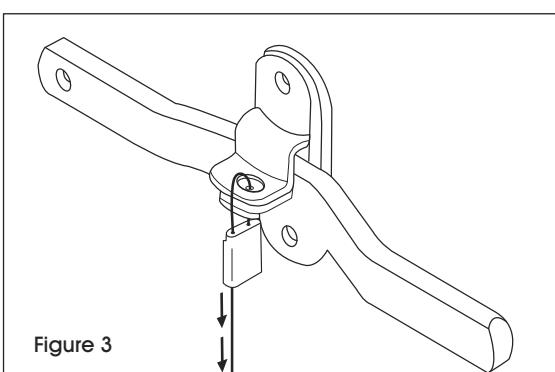

Figure 3
5. Grasp the cable with one hand and case with the other. Pull on cable tightly to minimize loop in cable. (See Figure 3)
5. Maintenez le câble d'une main et le boîtier de l'autre. Tirez sur le câble pour faire diminuer la boucle du câble. (Voir Figure 3)